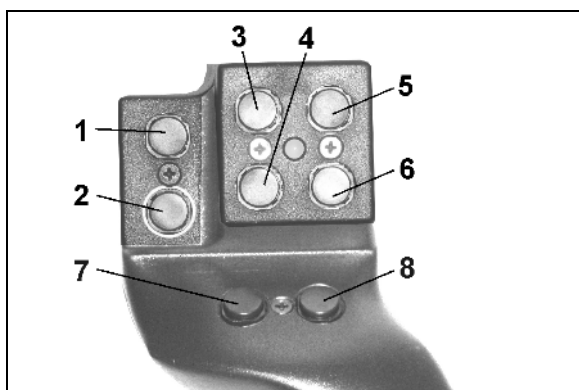
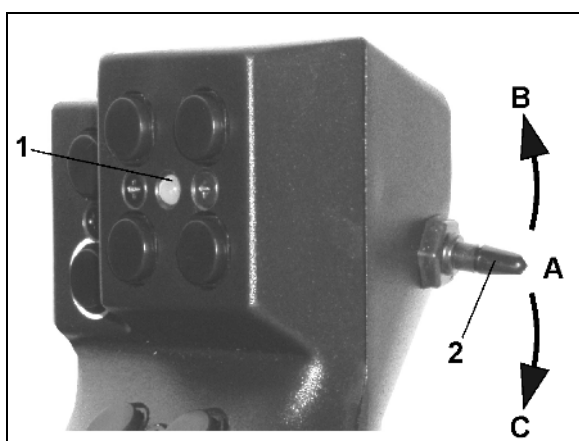

Fig. 111
Fig. 112
Multifunktionsgrebet (Fig. 111) har 8 betjeningsknapper (1 - 8) til betjening af maskinen. Desuden kan betjeningsknappernes funktion ændres 3 gange med kontakt (Fig. 112/2).
-  midterposition (Fig. 112/A) og kan trykkes
-  opad (Fig. 112/B) eller
-  nedad (Fig. 112/C).
Kontaktens position vises med en LED-lampe (Fig. 112/1).